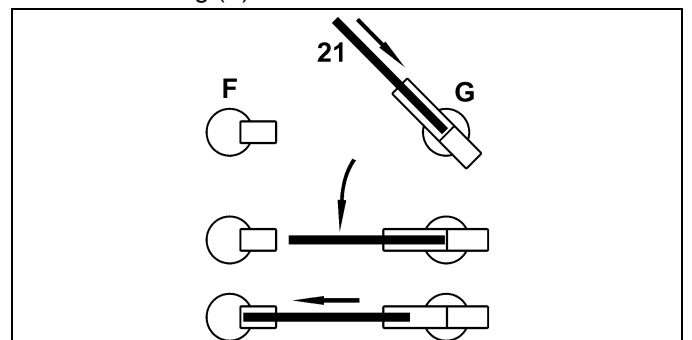

Bild 16: Entnahmeleitung einschwenken (Draufsicht)
5. Entnahmerohr (21) an kleinem Winkel (23) montieren, vertikal einschwenken und an zweitem kleinem Winkel montieren, siehe Bild 16, Seite 7. Alle Überwurfmutter (24) handfest anziehen.